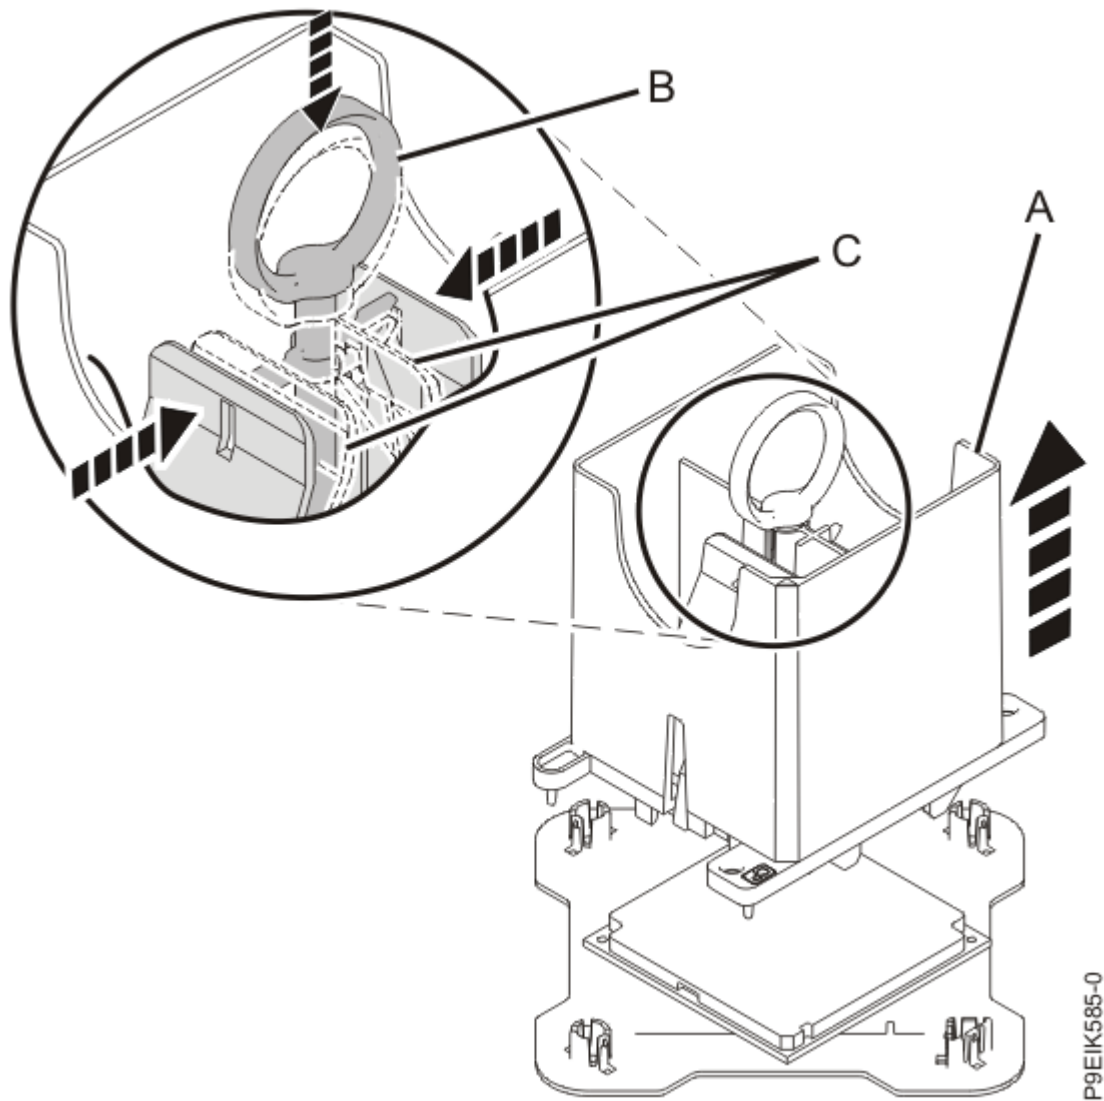

図 13. ツールからのシステム・プロセッサ・モジュールの解放
7. リング **(B)** を下に押して、システム・プロセッサ・モジュールを解放します。青色のタブ **(C)** を内側に押しながら、リング **(B)** を押し下げます (16 ページの図 13 を参照)。リングが青色のタブの開口部に収まり、青色のタブが固定した位置にロックされていることを確認します。